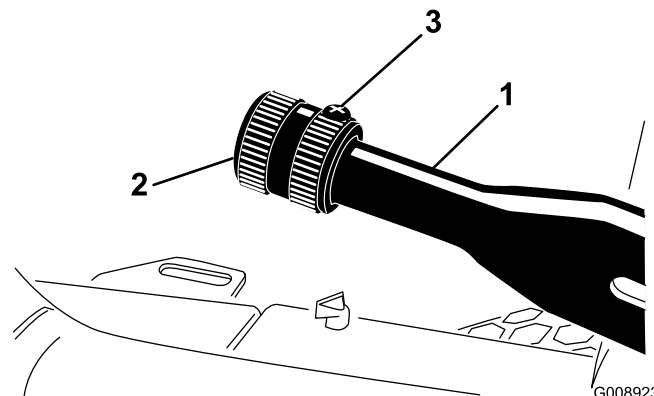

図 68
1. ブレーキレバーに調整ノブを固定している固定ネジをゆるめる（図 68）。